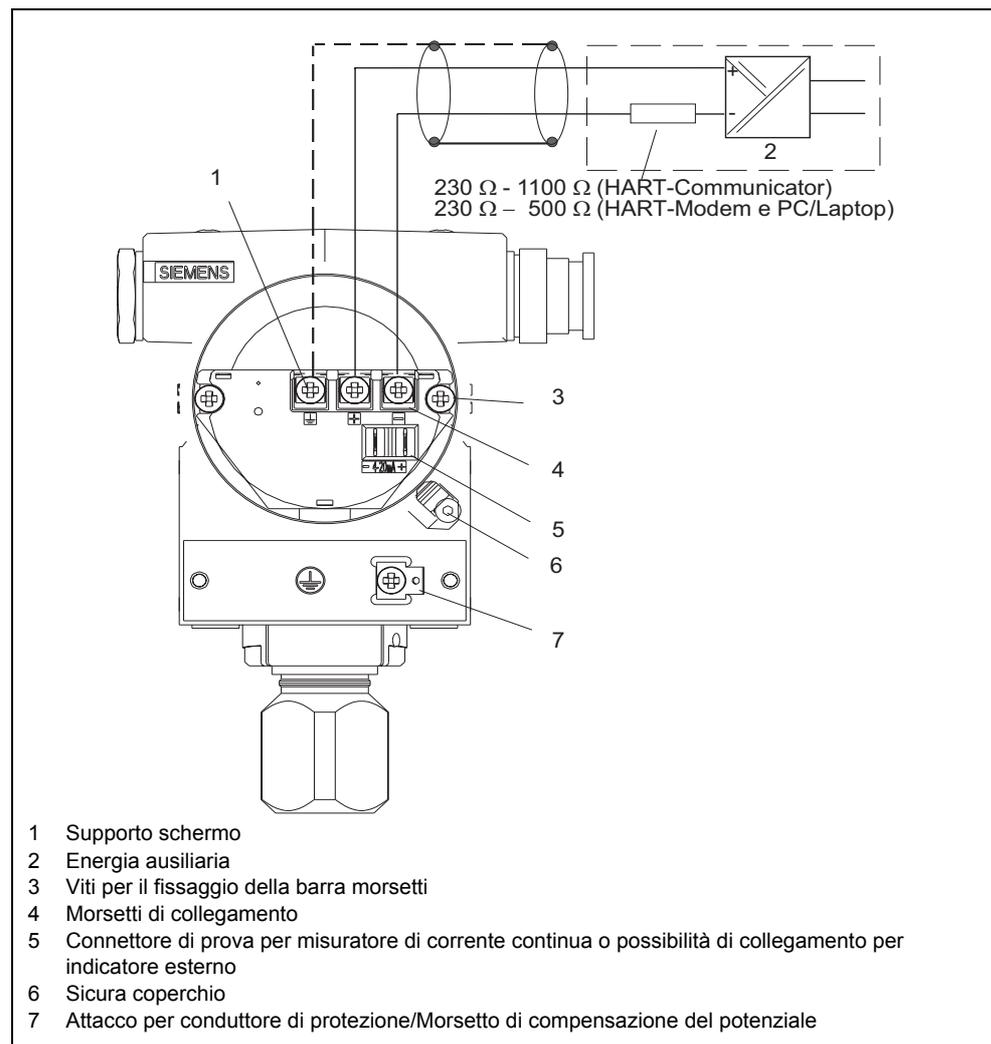

Figura 51 Collegamento elettrico, schema
3. Collegare le anime ai morsetti "+" e "-" (Figura 51, p. 93) facendo attenzione alla corretta polarità!